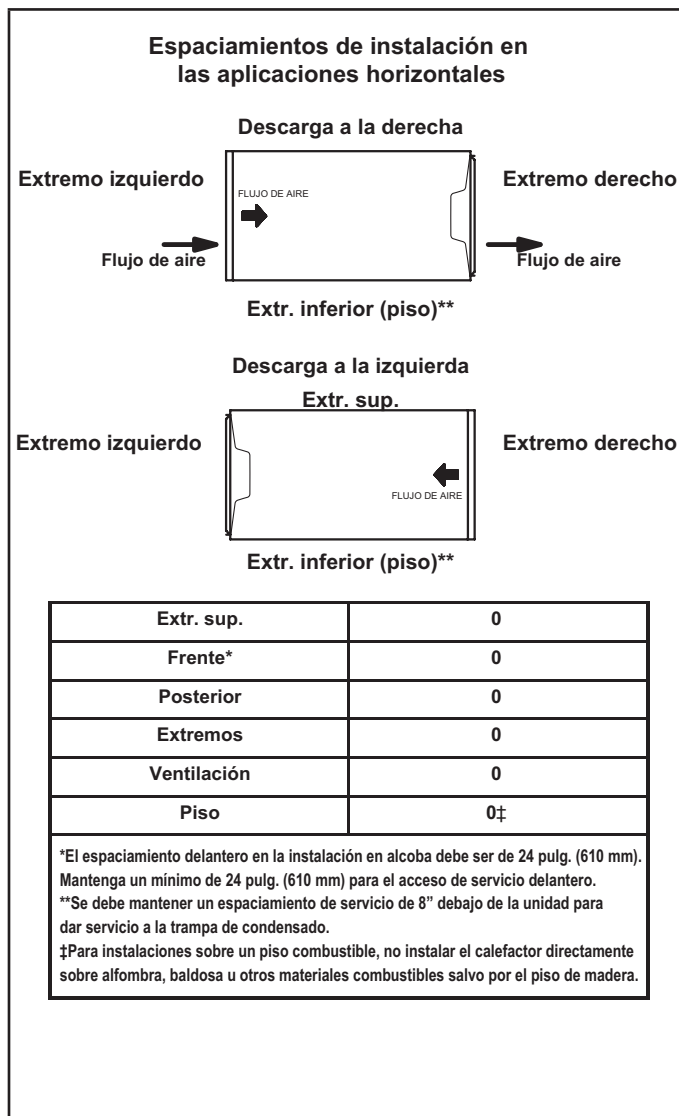

Figura 17
El calefactor EL196UHE se puede instalar en aplicaciones horizontales con descarga de aire a la derecha o a la izquierda. Consultar la Figura 17 con respecto a los espaciamientos en las aplicaciones horizontales.
- 1 - Seleccione la ubicación de la unidad teniendo en cuenta el espaciamiento de servicio y otros espaciamientos necesarios. Ver la Figura 17.